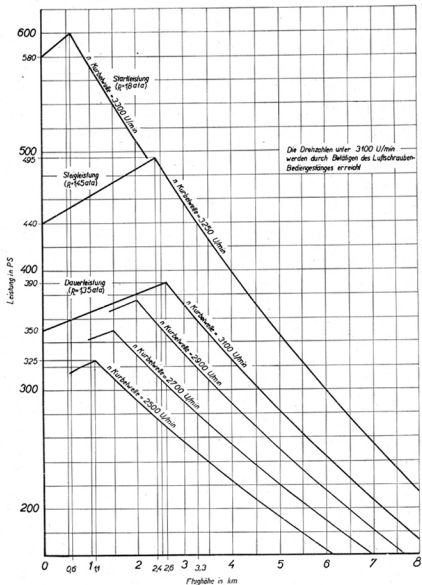

Abb. 3. Höhenleistungsschaulinien.
3. Hauptbedienhebelstellung zwischen 25° und 55° an der Gradscheibe am Vergaser (Dauerleistung s. Abb. 20 Bild 3).